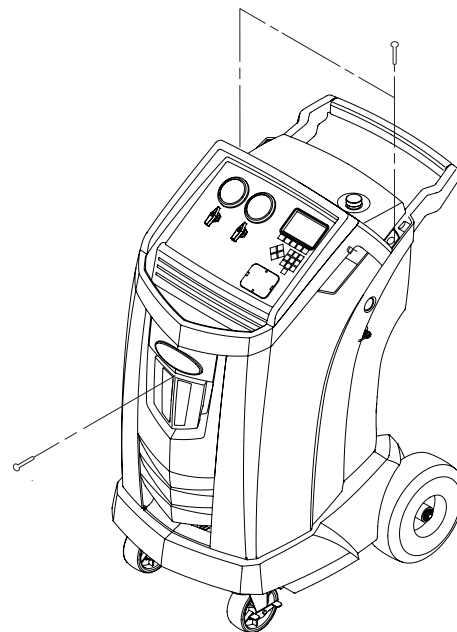
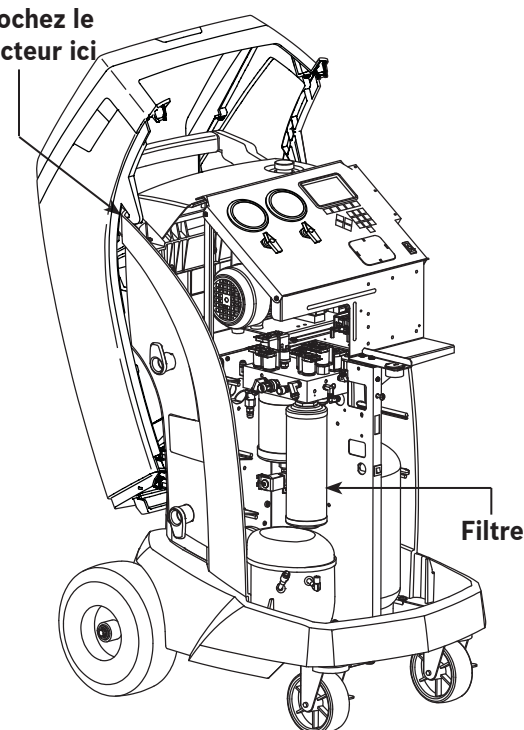

Figure 6
Figure 7
Remarque : L'accès à la fente pour carte SD peut nécessiter le retrait du déflecteur. Reportez-vous à la Figure 7 on page 23.
Éteignez la machine. Enlevez la bouteille de vidange d'huile. Enlevez les vis de fixation du déflecteur. Reportez-vous à la Figure 6.
3. Accrochez le déflecteur à l'arrière de la machine comme indiqué à la Figure 7.
6. Installez le filtre neuf en le vissant en place dans le sens horaire. Veillez à ce que le filtre est positionné correctement comme indiqué à la Figure 7. Serrez le filtre à 20 Nm.
3. Enlevez et stockez le déflecteur comme indiqué à la Figure 6 et la Figure 7.
3. Enlevez les vis de fixation du déflecteur. Reportez-vous à la Figure 6.
4. Accrochez le déflecteur à l'arrière de la machine comme indiqué à la Figure 7.